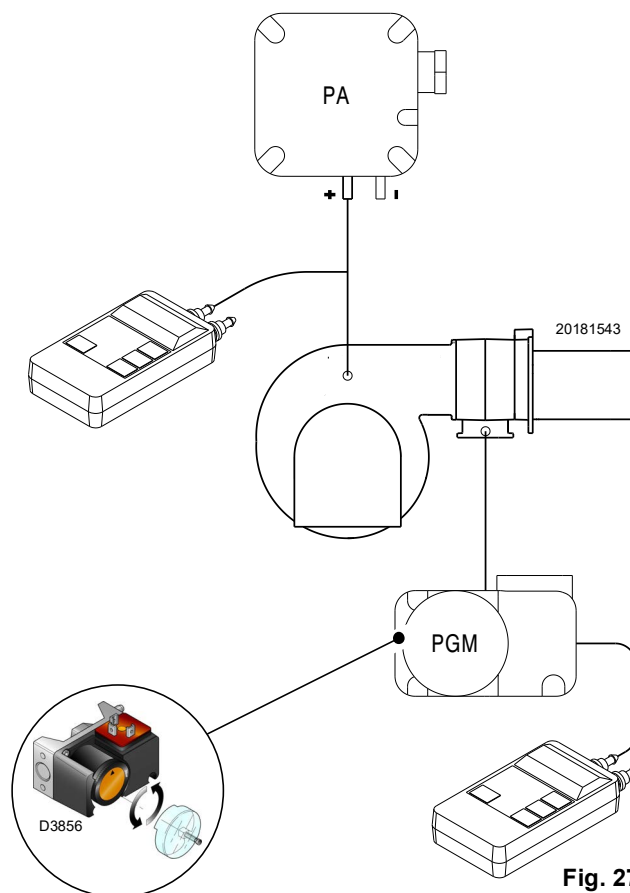

Fig. 27
- Regular el presostato gas de máxima (Fig. 27 en la pág. 26) en el fin de la escala.
Después de haber efectuado todas las demás regulaciones del quemador, con el presostato gas de máxima regulado al final de la escala, efectuar la regulación del presostato gas de máxima, (Fig. 27).